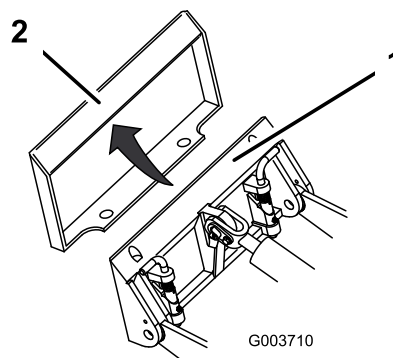

Figure 25
- Placez la plaque de montage dans le bord supérieur de la plaque réceptrice de l'accessoire (Figure 25).